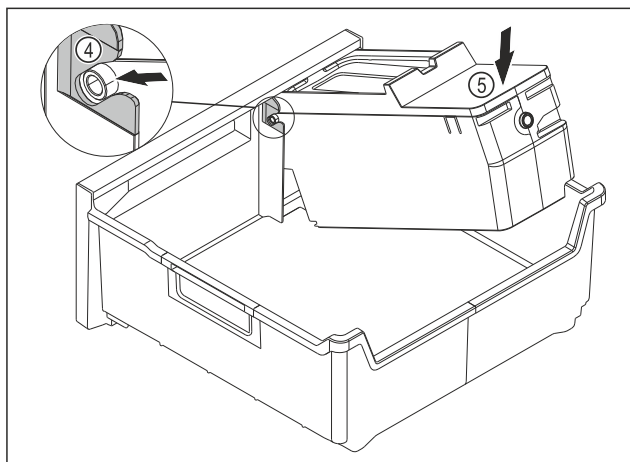

Fig. 124
- Montáž korpusu EasyTwist-Ice: Osy korpusu EasyTwist-Ice zasuňte do vedení Fig. 124 (4).
- Stlačte korpus EasyTwist-Ice Fig. 124 (5) vzadu dolů.